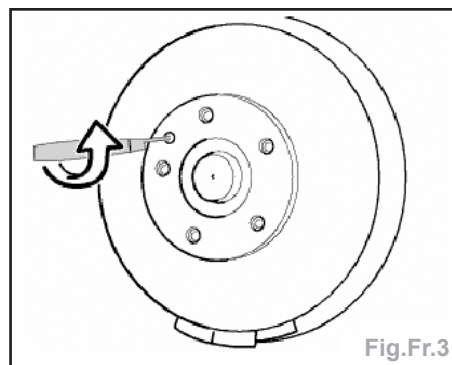

Fig.Fr.3
- la vis et retirer le disque de frein (fig.Fr.3).